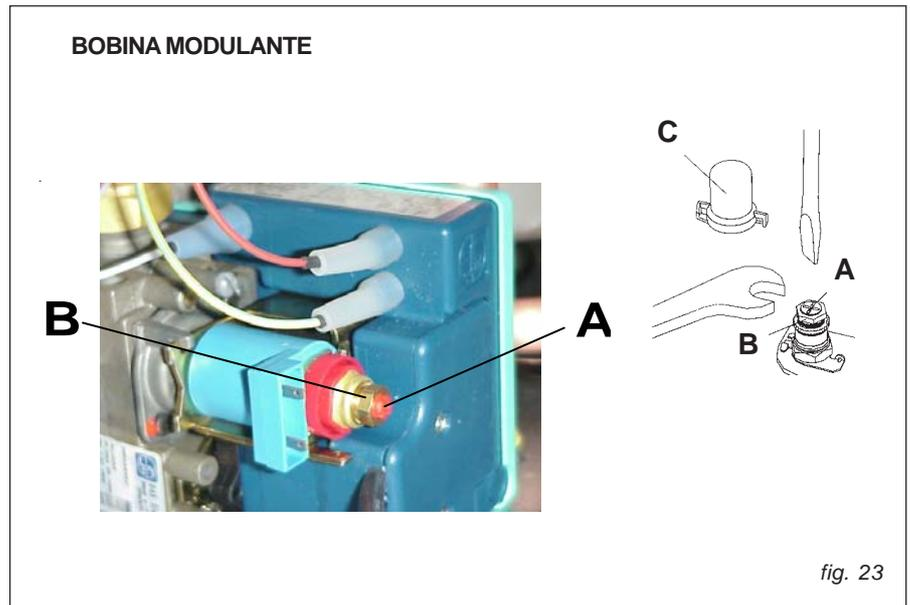

fig. 23
- rimuovere il coperchio in plastica **C** (fig. 23), posto alla sommità della bobina del modulatore, che protegge le viti di regolazione del regolatore di pressione;